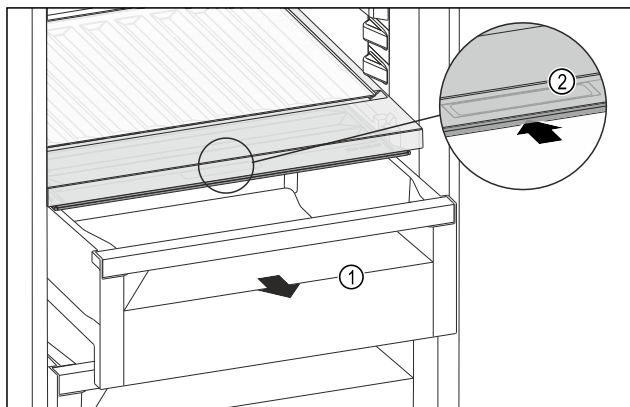

Fig. 190
- Витягніть висувний ящик Fig. 190 (1).
- Візьміться за потайну ручку Fig. 190 (2) на кришці відділення й одночасно посуньте кришку відділення назад.